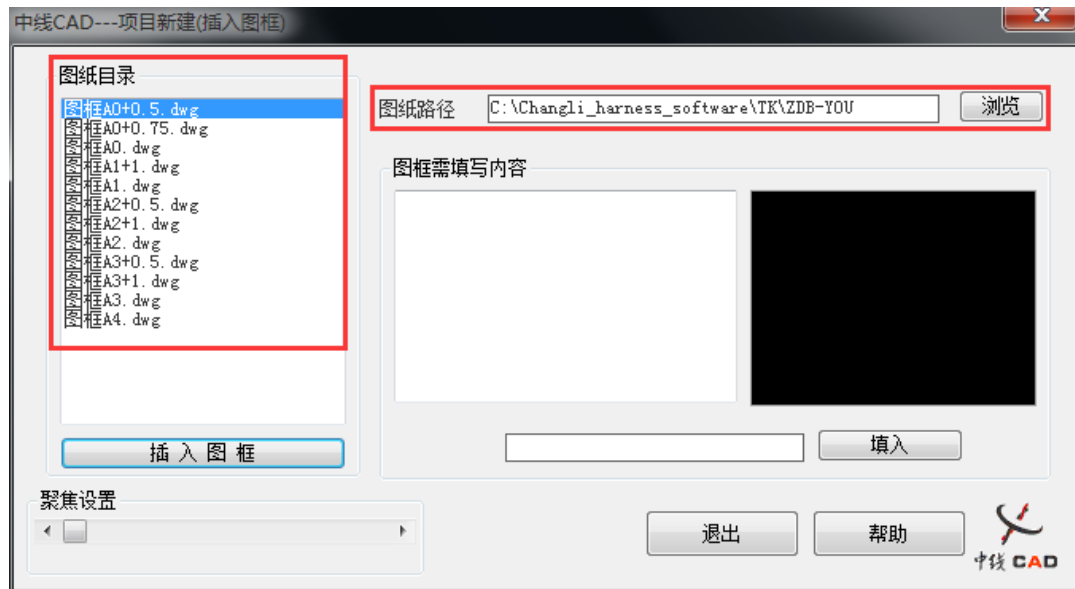

图 1-8
2. 单击【浏览】按钮，设置【图纸路径】，在【中线 CAD-项目新建】对话框的左边的【图纸目录】中会显示出现有的图框文件，如图 1-8 所示。